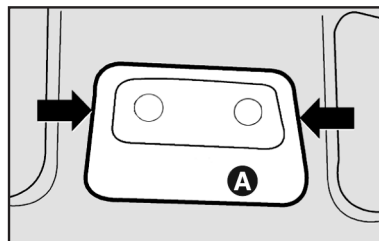
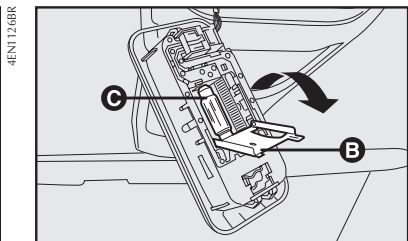

fig. 26
fig. 27
CONSOLA DE TECHO - fig. 25, fig. 26 y fig. 27
- abra la tapa de protección **B-fig. 27**;
- sustituya la lámpara **C-fig. 27**, desvinculándola de los contactos laterales y cerciorándose de que las nuevas lámparas estén correctamente bloqueadas entre los contactos;
- cierre la tapa **B-fig. 27** y fije el plafón **A-fig. 25** o **A-fig. 26** en el mismo alojamiento, comprobando el bloqueo.